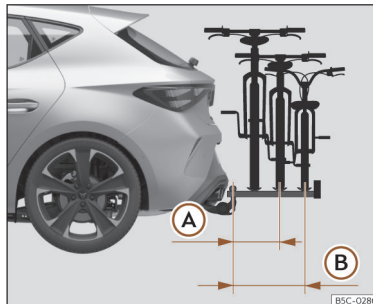

**Fig. 205** Representação esquemática da saliência máxima da carga num porta-bicicletas para duas ou três bicicletas.
A saliência máxima não deverá exceder, no caso dos porta-bicicletas de duas bicicletas, os 500 mm desde o centro da cabeça esférica até ao centro da faixa do último suporte >>> **Fig. 205 (A).** No caso dos porta-bicicletas de três bicicletas, não se deverão exceder os 700 mm >>> **Fig. 205 (B).**